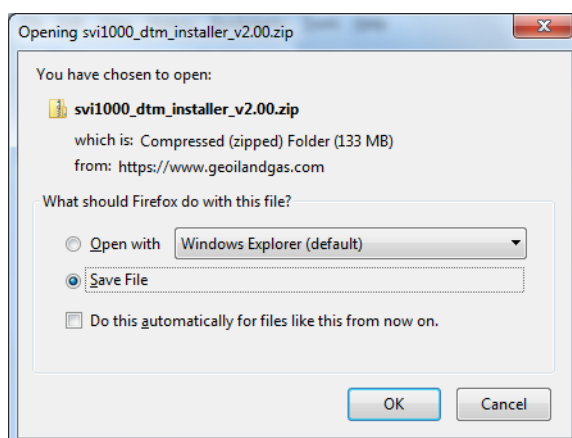

Figura 11 - Diálogo de apertura
2. Seleccione **Descargar** debajo de *SVi1000 DTM* y aparece la Figura 11.